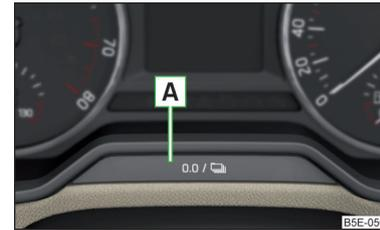

Abb. 29
- Die Taste **A** » Abb. 29 gedrückt halten, bis im Display der Menüpunkt **Service** angezeigt wird.